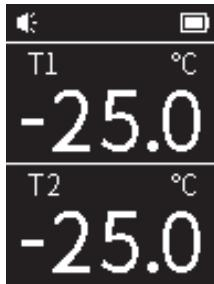

Figura 1 Interfaccia a doppio display
4. Il prodotto entra di default nella schermata di doppia temperatura, come indicato in Figura 1, con la temperatura dei due termocoppie visualizzata in tempo reale.